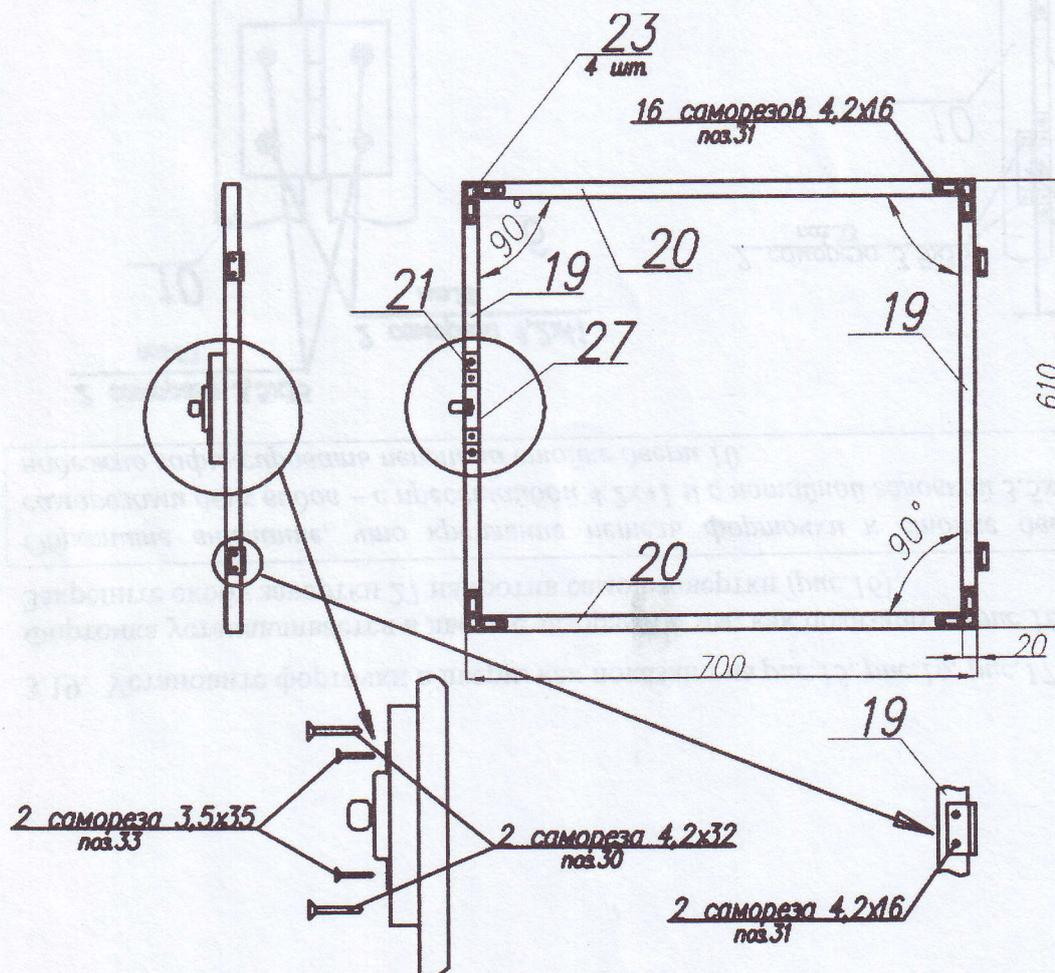

Рис.14
3.18. Соберите форточки согласно *рис.14*. Установите на форточки доборы 21, петли и завертки 27. Обратите внимание, что доборы и завертки устанавливаются изнутри теплицы.